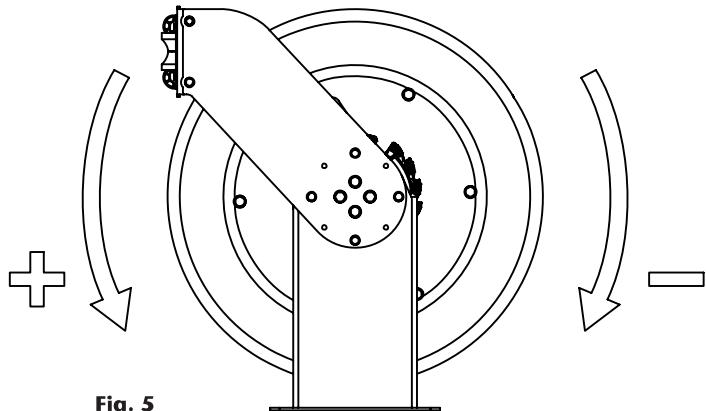

Fig. 5
3. Once the hose is completely wound around the spool (the power spring still will be with no tension), apply the pre-tension to the power spring by turning the spool the number of turns stated in the table depending on the hose length (pag. 5), turning in positively direction as shown in (fig. 5). Do not apply more tension than stated, as the power spring could be damaged.
3. Una vez la manguera esté totalmente recogida (el resorte deberá seguir neutro), aplique la pre-tensión al resorte, girando el tambor el número de vueltas indicado en la tabla dependiendo de la longitud de la manguera (pág. 6), en sentido positivo según (fig. 5). No se debe aplicar más tensión de la indicada, pues el resorte podría resultar dañado.
3. Dès que le flexible est totalement enroulé (le ressort doit toujours être maintenu en position neutre), exercer une tension préliminaire du ressort, en faisant tourner le tambour le nombre de tours indiqué sur le tableau en fonction de la longueur du flexible en question (pag. 6), et ce, en sens positif (voir Fig. 5). Ne jamais exercer une tension plus forte que celle qui est demandée sous peine d'abîmer le ressort.
number of turns indicated below, depending on the power spring version and the hose length (fig. 5):
6. Aplique la pre-tensión al resorte, girando el tambor el nº de vueltas indicado dependiendo de la longitud de manguera (fig. 5):
6. Pour appliquer la pré-tension du ressort, tourner le tambour le nombre de tours indiqués sur le tableau ci-dessous indiqué en fonction de la puissance du ressort et de la longueur du flexible (fig. 5):
6. Um die Feder zu spannen, drehen Sie die Spule gegen den Uhrzeigersinn (Fig. 5) Bringen Sie nicht mehr Spannung auf die Spule als angegeben in die Tabelle um Schaden vom Schlauch und Feder zu vermeiden.
4. Turn the spool to increase or decrease the power spring tension (fig. 5).
4. Haga girar la bobina para incrementar o disminuir la tensión (fig. 5).